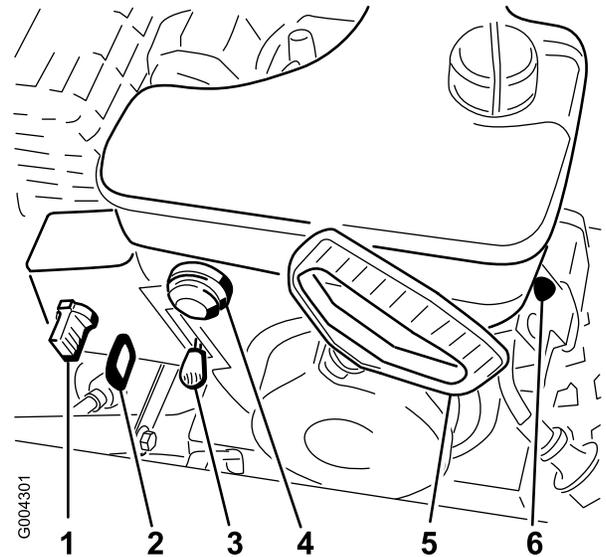

Figure 14
- Enlevez la clé du commutateur d'allumage (Figure 14).
- Enlevez le bouton du starter (Figure 14).
2. Placez la manette d'accélérateur à la position haut régime (Figure 14).
5. Tournez la commande de starter (Figure 14) à la position ouverte.
6. Insérez la clé de contact dans le commutateur d'allumage (Figure 14).
7. Couvrez l'orifice central de l'amorceur (Figure 14) avec le pouce et appuyez lentement sur l'amorceur à 3 reprises, en marquant une pause à chaque fois.
8. Prenez la poignée du lanceur (Figure 14) et tirez-la lentement jusqu'à ce que vous sentiez une résistance, puis tirez vigoureusement pour lancer le moteur.
10. Dès que le moteur démarre, tournez le starter (Figure 14) à la position 3/4. À mesure que le moteur se réchauffe, tournez le starter à la position 1/2. Quand le moteur est suffisamment chaud, tournez le starter à la position hors service.